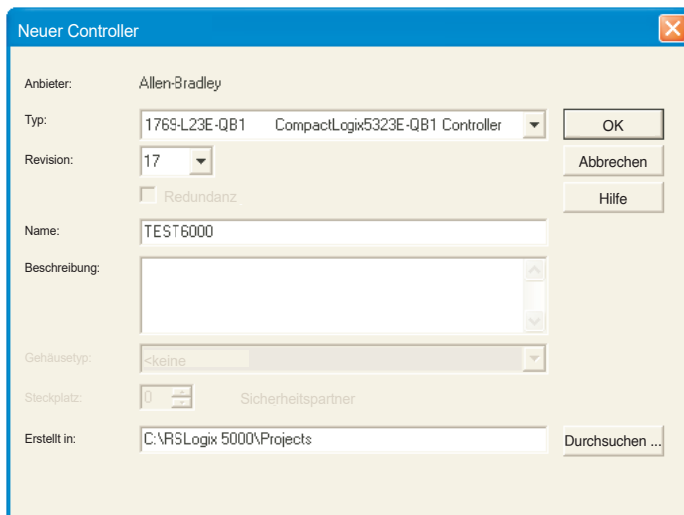

Abbildung 4.3.21g Fenster „Neuer Controller“
1. Wählen Sie im „File“-Menü (Datei) „New“ (Neu) oder klicken Sie auf das Symbol „New Tool“ (Neues Tool) . Das Fenster „New Controller“ (Neuer Controller) wird geöffnet (Abbildung 4.3.21g).